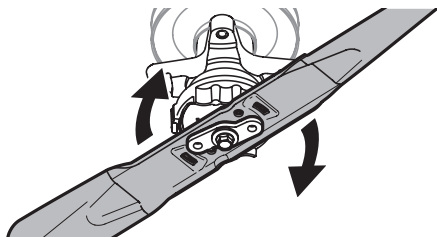

Figura 49
- Gire la cuchilla en sentido de las agujas del reloj para alinearla con el adaptador de cuchilla. Consulte la Figura 49.